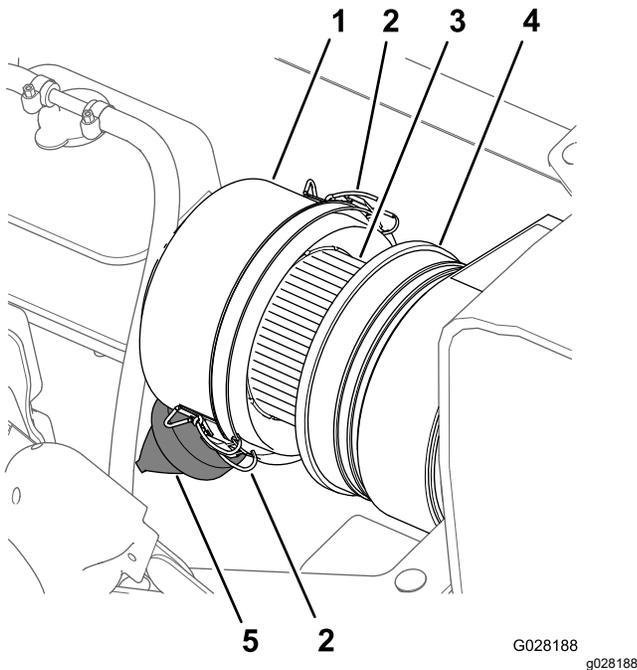
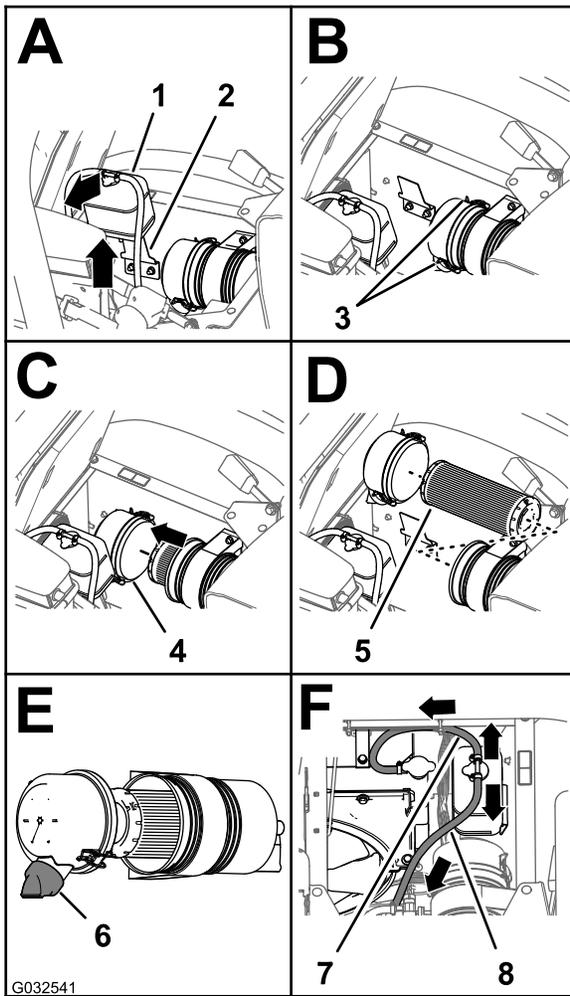

Figura 71
Figura 72
3. Limpie el tapón guardapolvo y el cuerpo del limpiador de aire (Figura 71).
5. Apriete la válvula de polvo para limpiarla de suciedad, polvo y residuos (Figura 71).
7. Compruebe si el elemento del filtro de aire tiene una acumulación excesiva de suciedad, polvo y residuos (Figura 71).
8. Instale el tapón guardapolvo en el cuerpo del limpiador de aire, y sujete el tapón con los 2 enganches (Figura 71).
2. Limpie el tapón guardapolvo y el cuerpo del limpiador de aire (Figura 71).
3. Levante el depósito de expansión del refrigerante y retírelo del soporte del depósito (Figura 72).
4. Inspeccione la carcasa del limpiador de aire en busca de daños que pudieran causar una fuga de aire (Figura 71).
4. Abra los dos enganches que sujetan el tapón guardapolvo a la carcasa del limpiador de aire (Figura 72).
6. Limpie el interior del tapón guardapolvo, la carcasa del limpiador de aire y la válvula de polvo con un trapo húmedo (Figura 71 y Figura 72).
7. Instale el elemento del filtro de aire en la carcasa del limpiador de aire (Figura 72).
8. Instale la tapa sobre el cuerpo del limpiador de aire y sujétela con los 2 enganches (Figura 72).
Nota: Asegúrese de que la válvula de polvo está alineada a una posición entre las 5 y las 7, vista desde el extremo (Figura 72).
9. Alinee el depósito de expansión del refrigerante con el soporte del depósito y coloque el depósito firmemente (Figura 72).
Importante: Asegúrese de que la manguera de alivio de presión está enrutada hacia delante y hacia abajo, y que la manguera de ventilación está enrutada hacia atrás, como se muestra en la Figura 72.